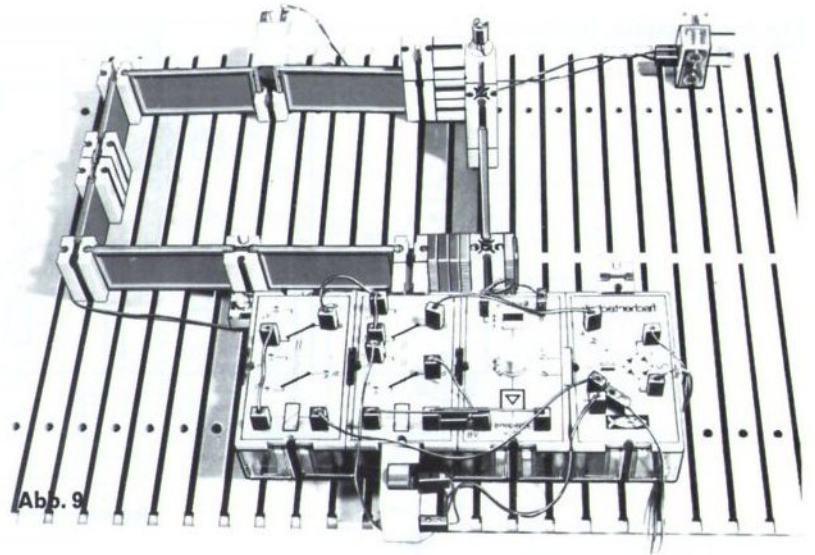

Abb. 9
2. Das Signal wird über das Relais ausgelöst. Dazu muß die durch den Fotowiderstand am Relais hervorgerufene Schaltänderung gespeichert werden, um dann diesen Schaltzustand zu signalisieren. Hierfür wurde eine Selbsthalteschaltung (Ein-Signal dominiert) für das Relais verwendet (Schaltbild und Verdrahtungsplan zu Abb. 9). Der Magnet wurde über Kontakt a_1 - a_2 angeschlossen. Er hält das Tor geöffnet, solange das Relais nicht angezogen hat. Zieht das Relais an, so wird über a_1 - a_2 der Relaissummer – das zweite Relais im Schalt- und Verdrahtungsplan – betätigt.
Schaltplan zu Abb. 9
Verdrahtungsplan zu Abb. 9